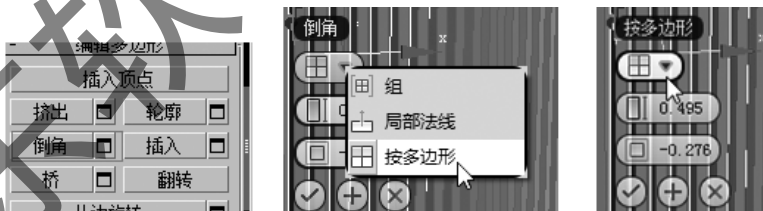

图 4-70 倒角命令
Step12: 选择“倒角”工具, 选择“”按钮进行倒角设置, 如图 4-70 所示。